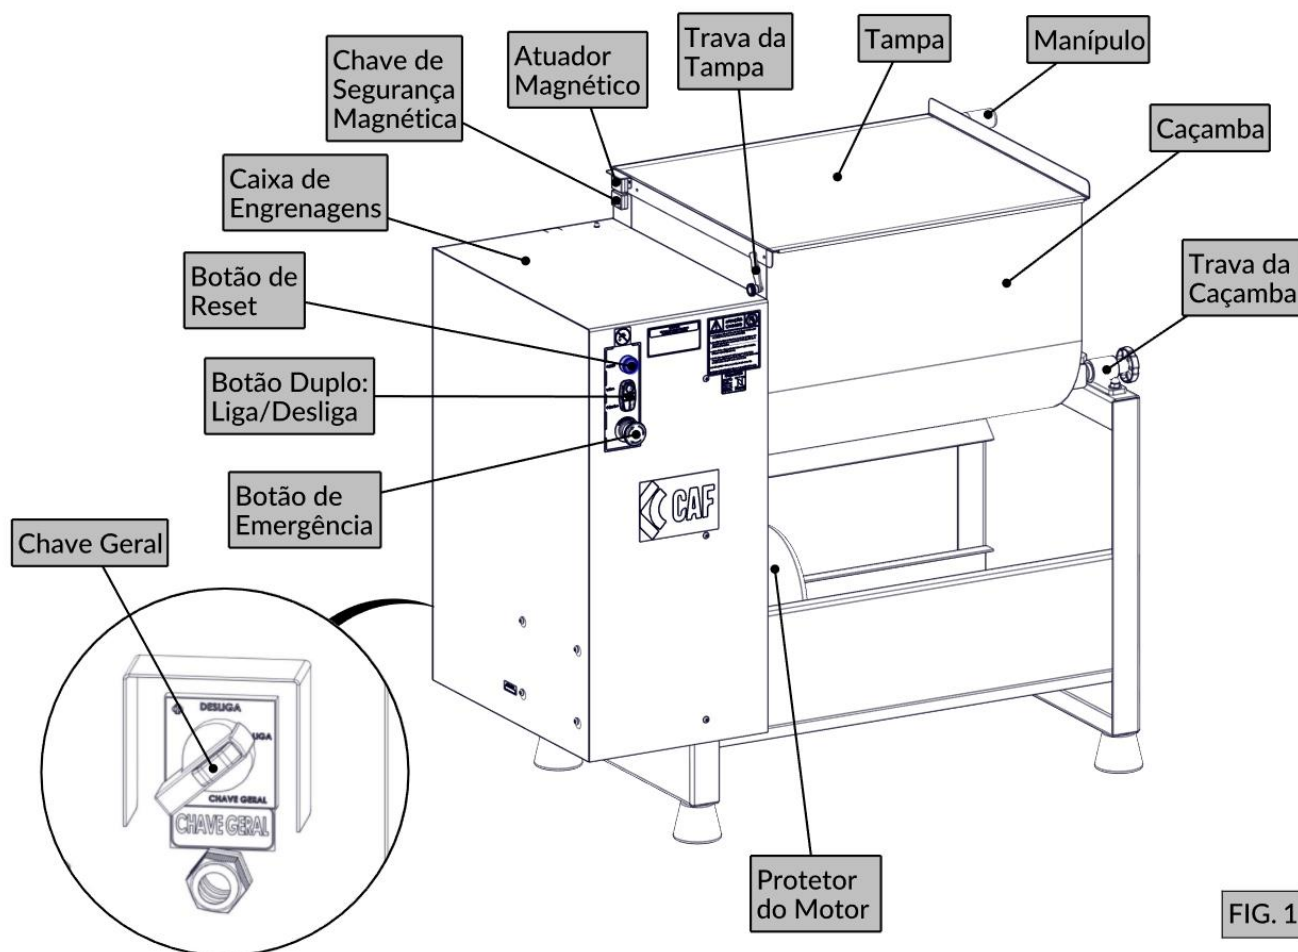

FIG. 1
2. Ligue a chave geral (FIG. 1);
3. Feche a tampa da caçamba, lembrando-se de acionar a trava da tampa (FIG. 1);
4. Verifique se o botão de emergência está destravado (FIG. 1);
5. Acione o botão de Reset (FIG. 1);
6. Aperte o botão liga/desliga localizado no painel de comando (FIG. 1).